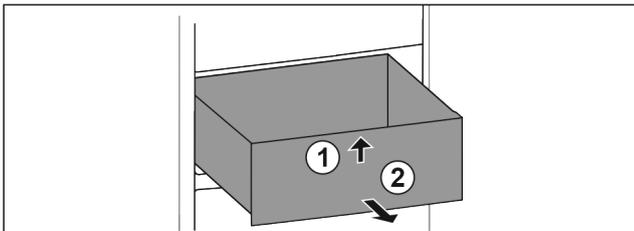

Fig. 89
- ▶ Sollevare il cassetto dal davanti. Fig. 89 (1)
- ▶ Rimuovere il cassetto tirandolo in avanti. Fig. 89 (2)